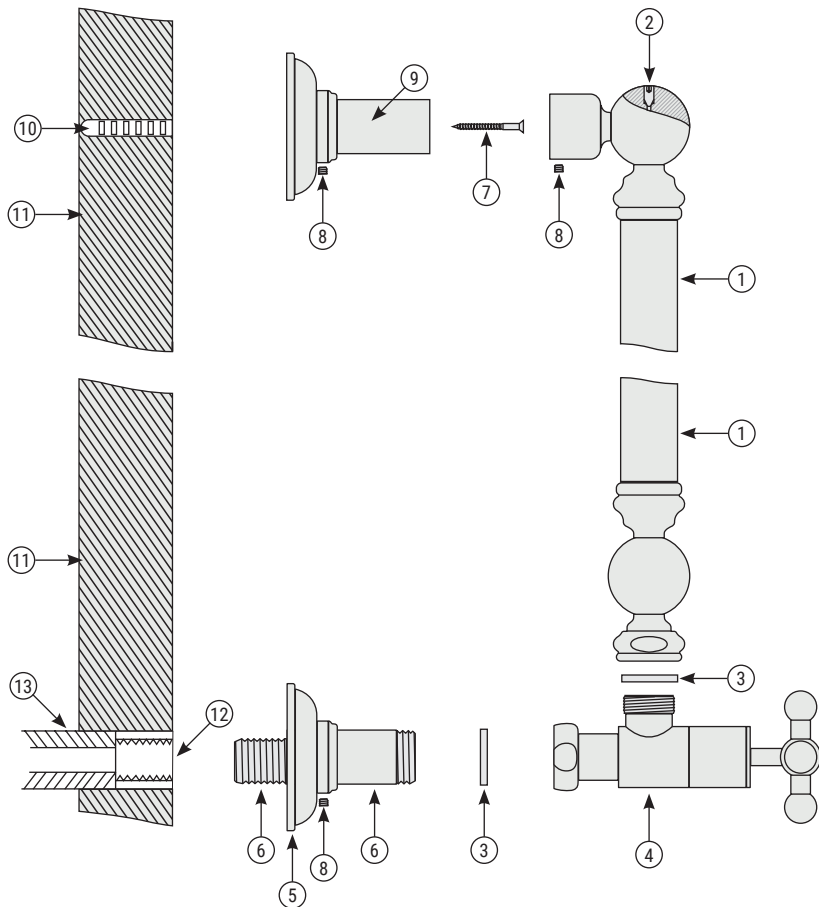

Рис.1
5.1. Сборку и установку изделия производить согласно схеме (рис. 1).
5.2. Для герметизации резьбовых соединений производитель комплектует изделие прокладками собственного изготовления (п. 3.4. и рис. 1).
5.3. Со стороны резьбы эксцентрика G 1/2" (рис.1 «б») использовать материалы для герметизации резьбовых соединений.